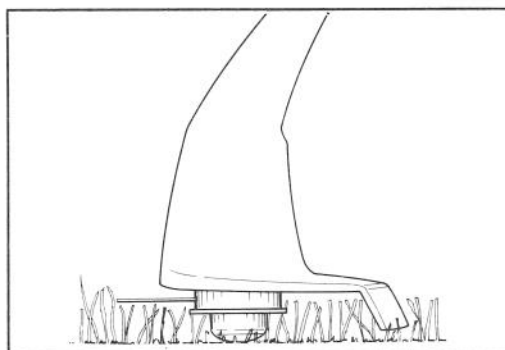

Figure 12
9. Ne traînez jamais le capuchon de la bobine sur le sol pendant la coupe. (Fig. 12). Ce contact surcharge le moteur et use le capuchon.